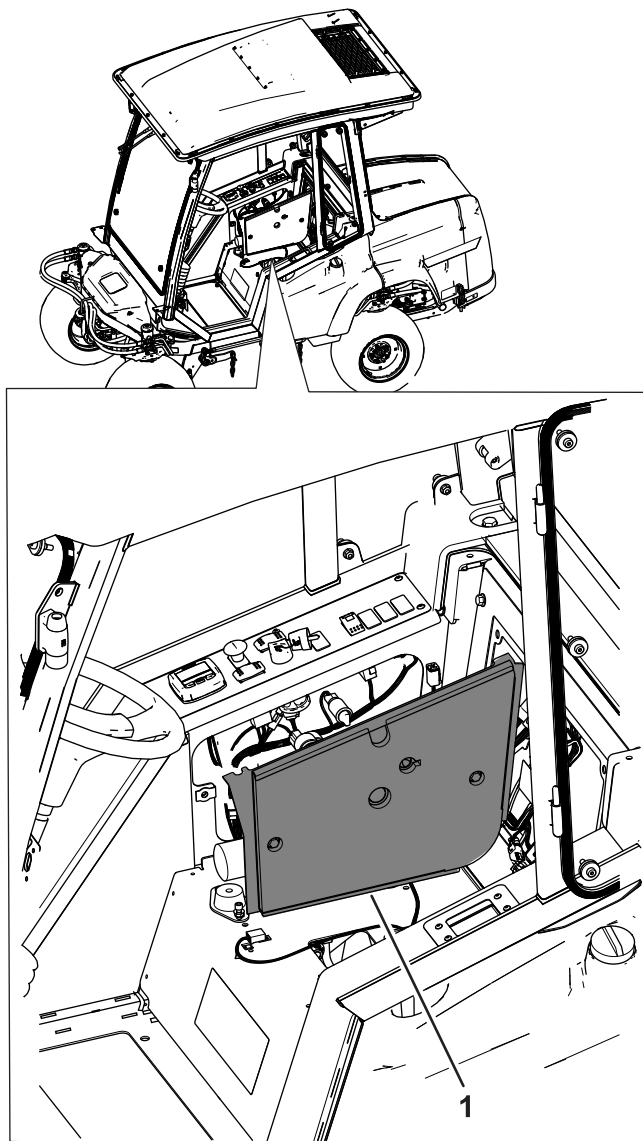
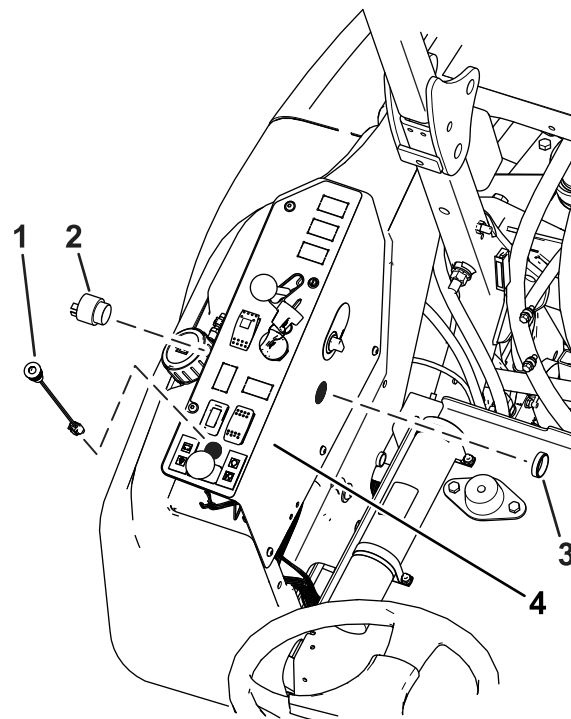

図 6
図 7
7. コンソールのコントロールパネルを外すか、取り付けをゆるめて持ち上げる(図 6または図 7)。
9. アラームを取り付ける (図 7)。
11. コンソール表面からライトを取り付ける 図 7。
6. コンソールにコントロールパネルを取り付けるキャブモデル、コントロールパネルを取り付ける ROPS モデル 図 6 または 図 7。